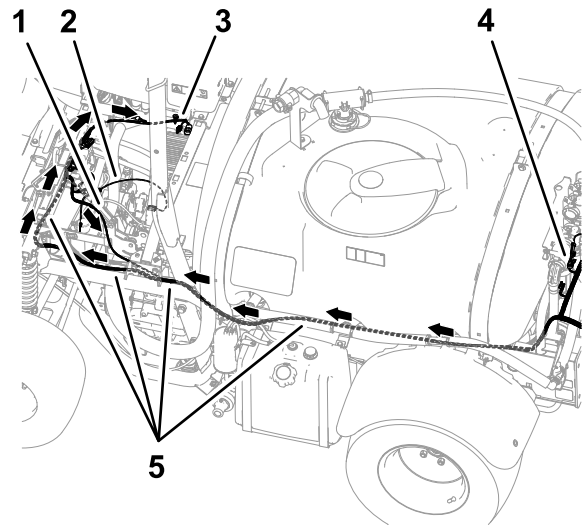
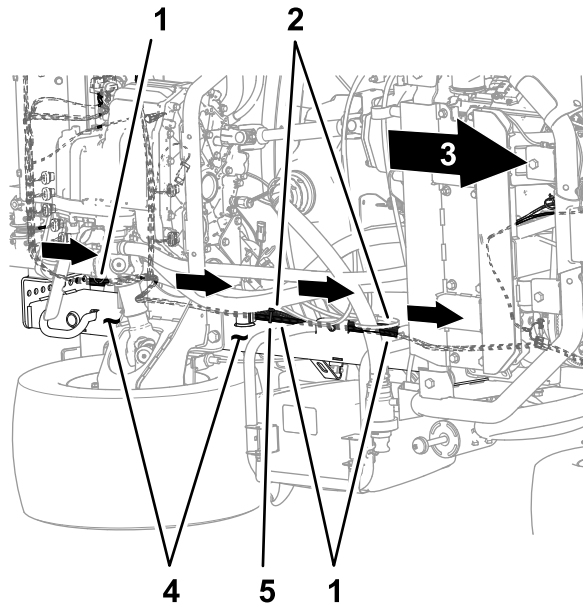
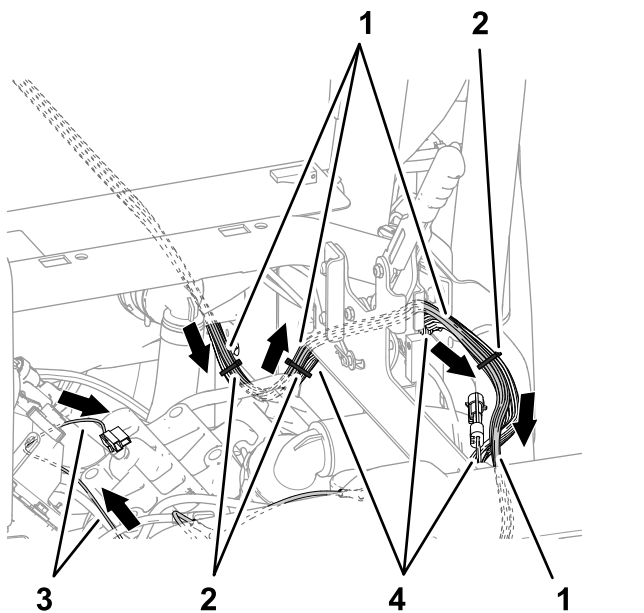
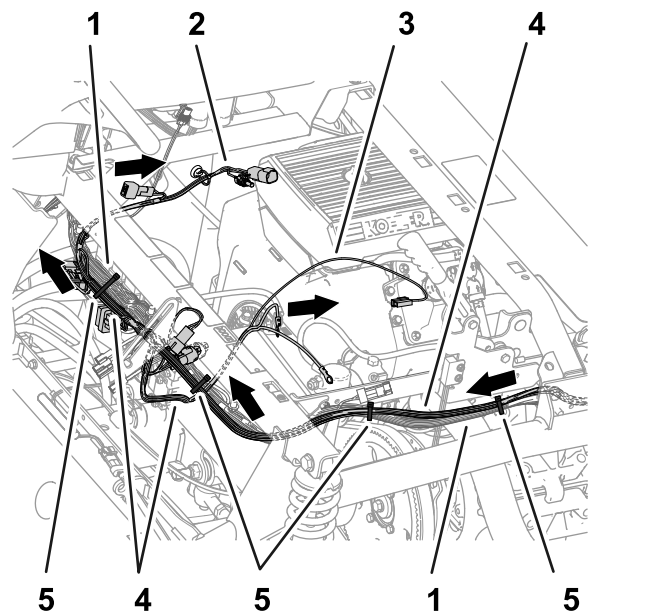

Bild 81
Bild 82
Bild 83
Bild 84
3. Verlegen Sie den Kabelbaumzweig (84 cm), Kabelbaumzweig (60 cm) und Kabelbaumzweig (66 cm) des Kitkabelbaums entlang des linken Rahmenkanals nach vorne (Bild 81 und Bild 82).
4. Verlegen Sie den Kabelbaumzweig (84 cm), Kabelbaumzweig (60 cm) und Kabelbaumzweig (66 cm) des Kitkabelbaums entlang des Maschinenkabelbaums zur Außenseite der Feststellbremse (**Bild 83**).
5. Verlegen Sie den Kabelbaumzweig (84 cm), Kabelbaumzweig (60 cm) und Kabelbaumzweig (66 cm) des Kitkabelbaums über dem Stützrohr des Stoßdämpfers, wie in **Bild 84** abgebildet.
6. Befestigen Sie den Kitkabelbaum am Maschinenkabelbaum, wie in **Bild 82**, **Bild 83** und **Bild 84** abgebildet.